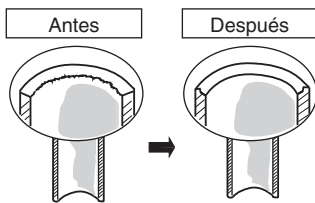

Fig. 5-1
- (1) Corte el tubo de cobre a la longitud necesaria con un cortador de tubos. Se recomienda cortar aprox. de 30 a 50 cm más largo que la longitud del tubo estimada.
- (2) Extraiga las rebabas del extremo del tubo de cobre con un escariador de tubos o una lima. Este proceso es importante y debe hacerse con cuidado para conseguir un buen abocardado. Cerciñese de impedir que entre cualquier contaminante (humedad, suciedad, virutas metálicas, etc.) en la tubería. (Figs. 5-1 y 5-2)